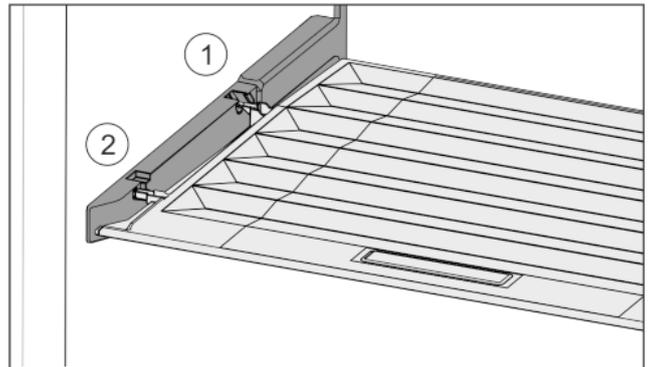

Fig. 30
- Deckelstege über Öffnung der hinteren Halterung Fig. 30 (1) einführen und vorne in Halterung Fig. 30 (2) einrasten.